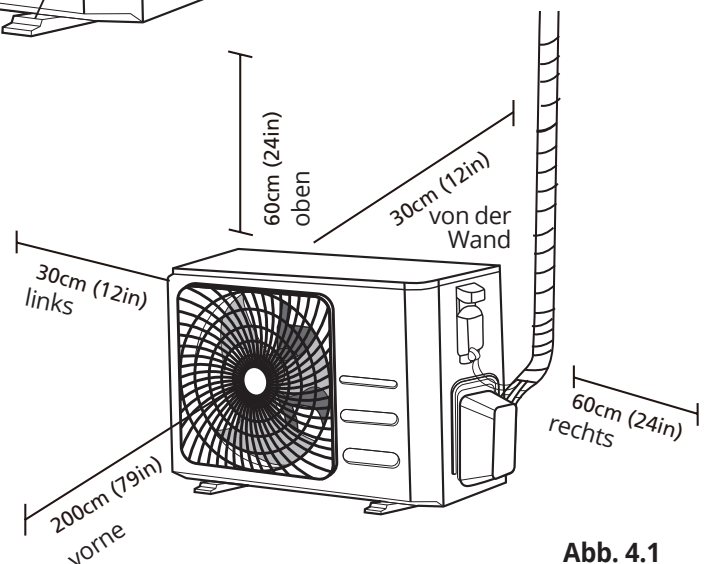

Abb. 4.1
- ☑ Sie erfüllen alle Anforderungen aus den nebenstehend abgebildeten Platzansprüchen an den Installationsstandort (Abb. 4.1)